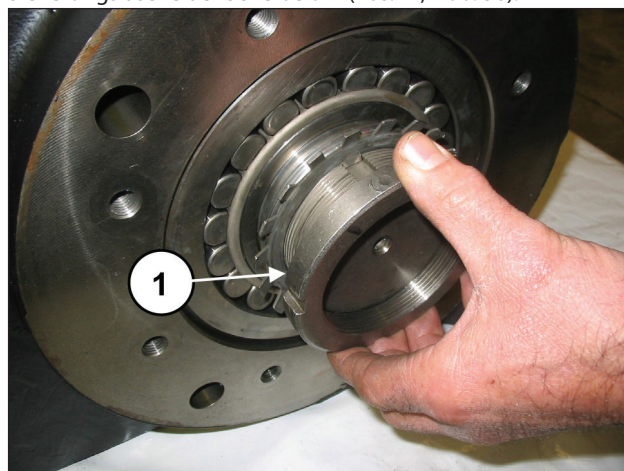
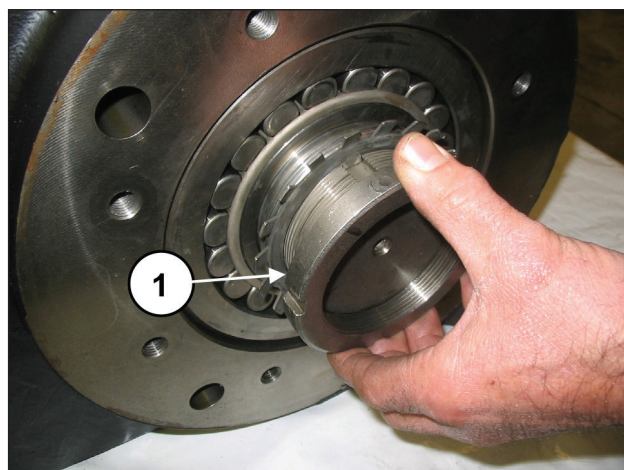
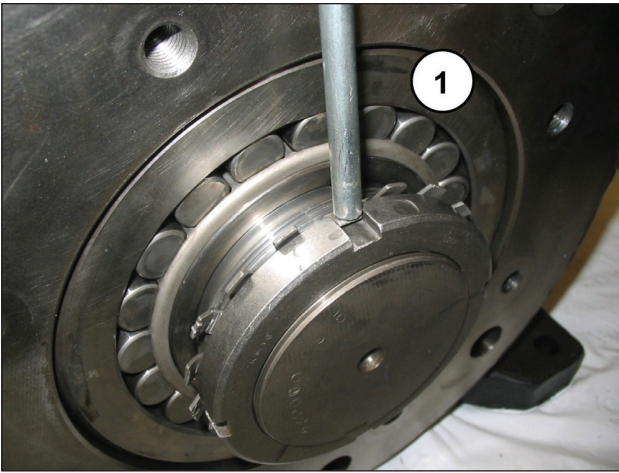

Abb. 54
Abb. 55
Abb. 56
Lösen Sie die Nutmutter, setzen Sie die Sicherungsscheibe (Pos. ①, Abb. 54) ein und drehen Sie die Nutmutter wieder bündig ein (Pos. ①, Abb. 55); biegen Sie danach die Sicherungslasche der Scheibe um (Pos. ①, Abb. 56).